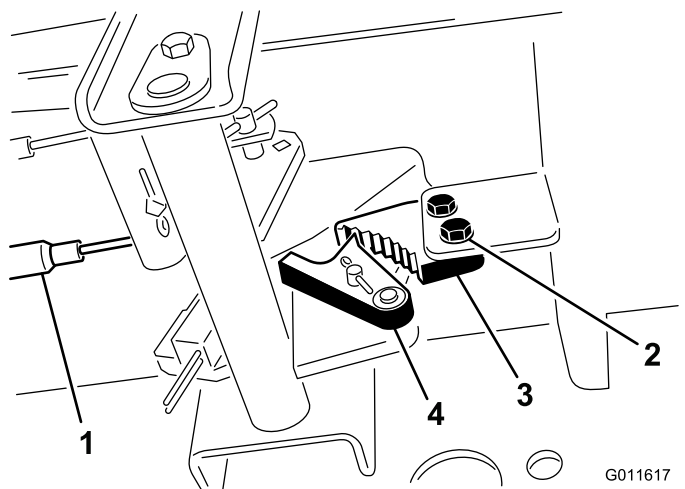

Рисунок 84
1. Ослабьте два винта крепления защелки стояночного тормоза к раме (Рисунок 84).
2. Нажимайте педаль тормоза вперед, пока углубление тормоза не войдет полностью в зацепление с защелкой тормоза (Рисунок 84).